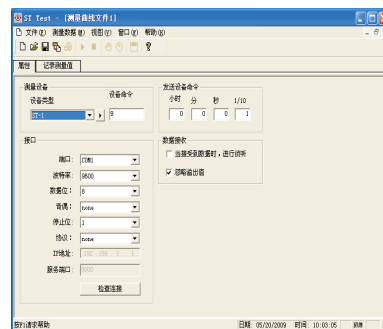

图 5
F. 选择测量曲线文件后, 在设备类型中选择相对应的型号, 在端口中选择电脑相应串口, 并在设备发送命令中设置好电脑采集力值信号的时间。1/10为0.1秒 (如图5: 时为0, 分为0, 秒为0, 1/10为1则电脑取点时间=0.1秒);